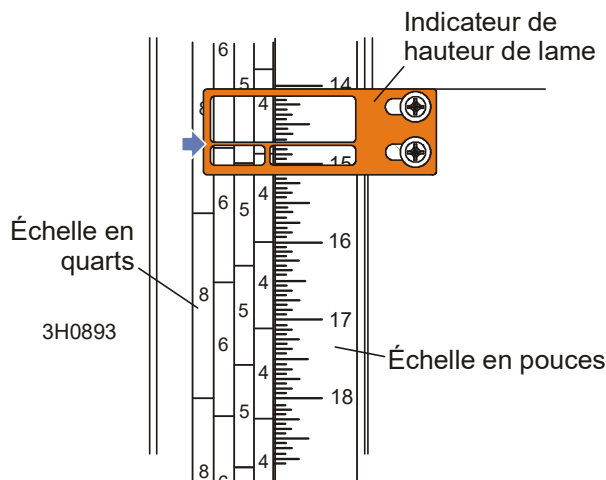

FIG. 7-47
**Voir Figure 7-47.** Desserrez les boulons de montage du support d'indicateur. Ajustez le support vers le haut ou vers le bas jusqu'à ce que l'indicateur soit aligné avec la mark de (0,8 mm [+0 -1/32]) sur l'échelle. Resserrez les boulons de montage du support.